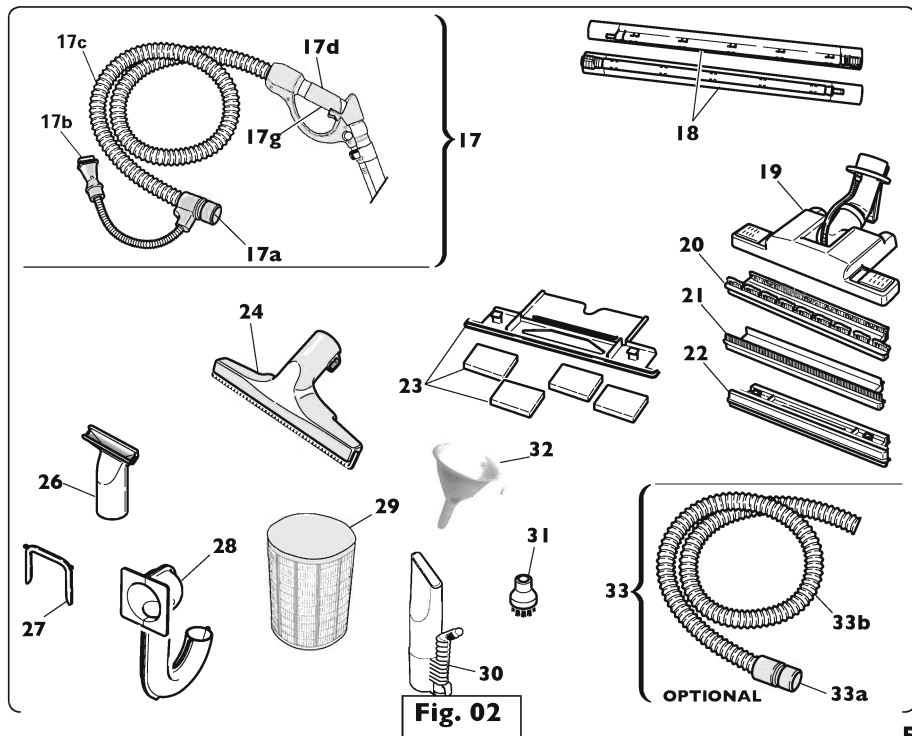

Fig. 02
Accessori disponibili (fig. 02):
TUBI DI PROLUNGA (fig. 02 - pos. 18) - Utilizzare a scelta 1 o 2 tubi di prolunga per praticità e comodità d'uso dell'apparecchio. Tutti gli accessori si possono montare sia sui tubi di prolunga che direttamente sull'impugnatura.
TELAIO CON SETOLE (fig. 02 - pos. 20) - Utilizzare questo accessorio con la Spazzola Universale, per aspirare superfici piane come pavimenti in marmo, ceramiche, etc.
TELAIO CON GOMMA PER LIQUIDI (fig. 02 - pos. 21) - Utilizzare questo accessorio con la Spazzola Universale, per aspirare liquidi su superfici piane.
TELAIO CON PATTINI PER TAPPETI (fig. 02 - pos. 22) - Utilizzare questo accessorio con la Spazzola Universale, per pulire passatoie, zerbini, tappeti.
TELAIO CON FELTRI IN LANA PER PARQUET (fig. 02 - pos. 23) - Utilizzare questo accessorio con la Spazzola Universale, per aspirare su superfici piane e delicate quali parquet.
TERGIVETRO (fig. 02 - pos. 24) - Adatto per pulire le superfici in vetro (specchi, finestre, etc.).
BOCCHETTA PICCOLA (fig. 02 - pos. 26) - Utilizzare questo accessorio con il portaccessori universale per la pulizia di materassi, divani, cuscini, etc.
FORCELLA TENUTA SIFONE FILTRO AD ACQUA (fig. 02 - pos. 27) - La forcella serve a bloccare nella propria sede il sifone filtro ad acqua.
SIFONE FILTRO AD ACQUA (fig. 02 - pos. 28) - Grazie al foro nella parte inferiore, miscela lo sporco aspirato con l'acqua presente nella vasca di raccolta, facendo da filtro naturale (effetto Venturi).
FILTRO IN RETE (fig. 02 - pos. 29) - L'utilizzo di questo filtro è indispensabile per aspirare sia sporco liquido che sporco secco/solido (unitamente al sifone filtro acqua e con l'aggiunta di 2 l. d'acqua nella vasca).
SPAZZOLINO CON SETOLE IN NYLON (fig. 02 - pos. 31) - Utilizzare questo accessorio con la lancia vapore per avere una maggior forza abrasiva nella pulizia (es. per pulire le fughe delle piastrelle, fornelli).
LANCIA VAPORE (fig. 02 - pos. 30) - Ideale per raggiungere i punti più difficili come angoli, caloriferi.
IMBUTO (fig. 02 - pos. 32) - Questo accessorio serve per il rabbocco dell'acqua nel serbatoio ricarico acqua (fig. 11)
(fig. 02 - pos. 30) - Inserire uno dei due agganci rapidi girevoli (33a) nell'apposito attacco (1) posto sulla parte alta dell'apparecchio (fig. 13a).
ATTENZIONE: Occorre sempre utilizzare il filtro in rete (fig. 02 - pos. 29).